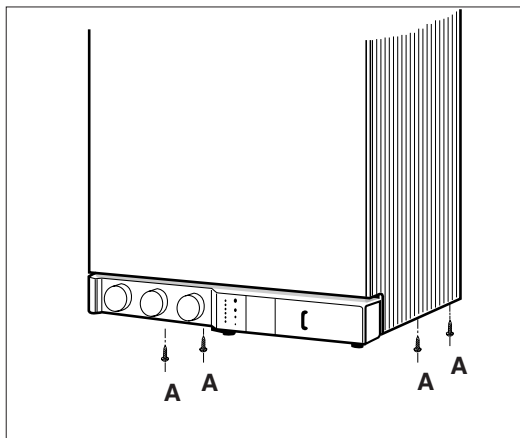

Fig. 20a
- Visser les 4 vis "A" de fixation de l'habillage, situées en partie inférieure (fig. 20a).